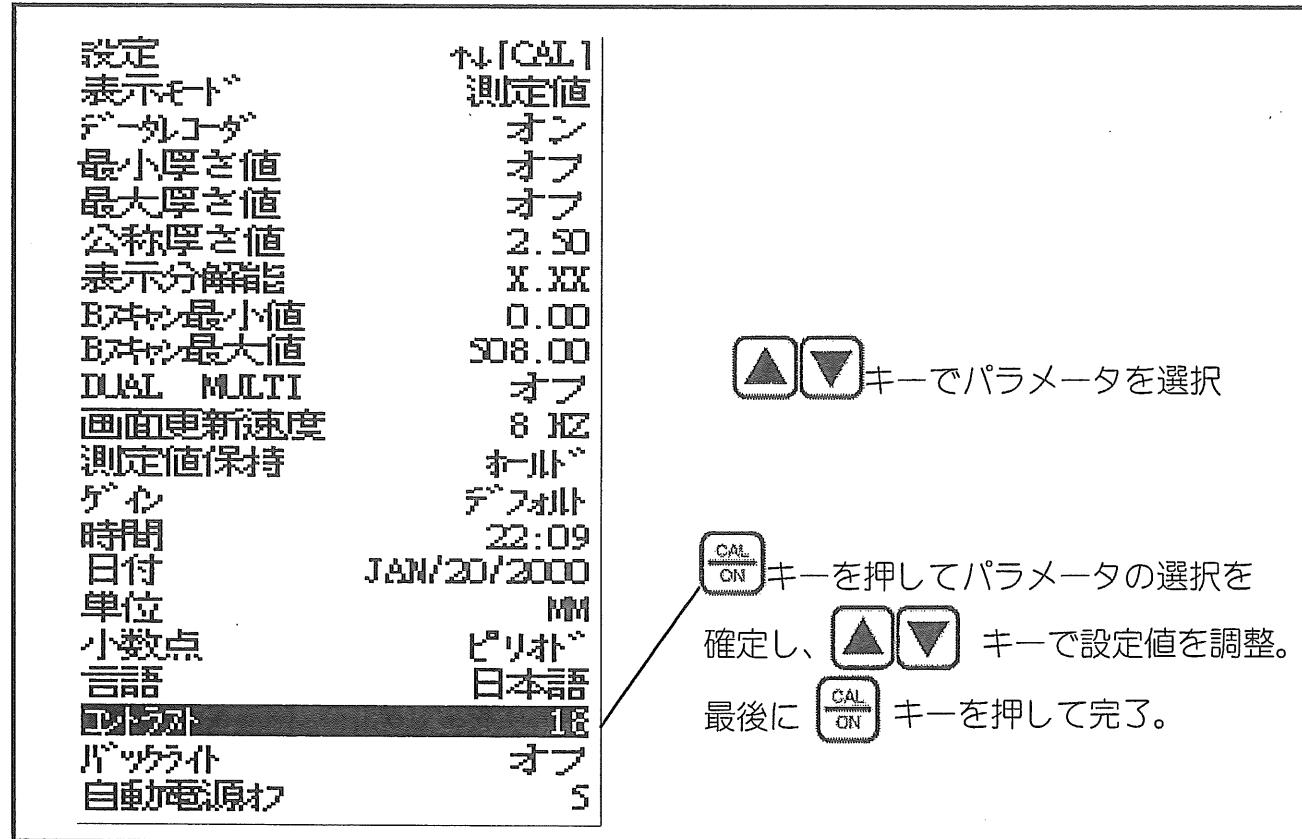

図 5: 設定表示モード
- ・ **設定モード**：測定条件などの設定ができます。表示内容は機能搭載の有無により若干異なります（図 5）。